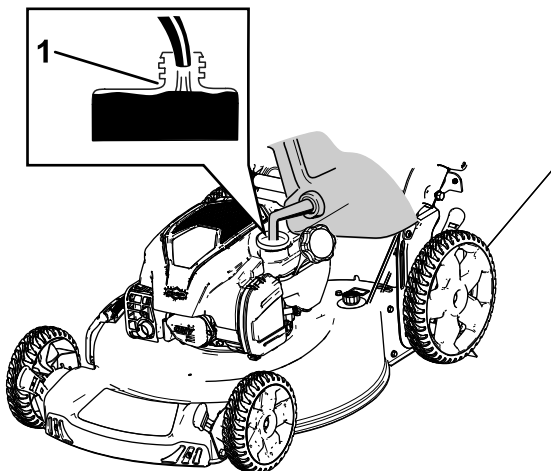

Рисунок 11
2. Извлеките масломерный щуп, повернув крышку против часовой стрелки и вытянув ее (Рисунок 11).
5. Определите уровень масла по отметкам на щупе (Рисунок 11).